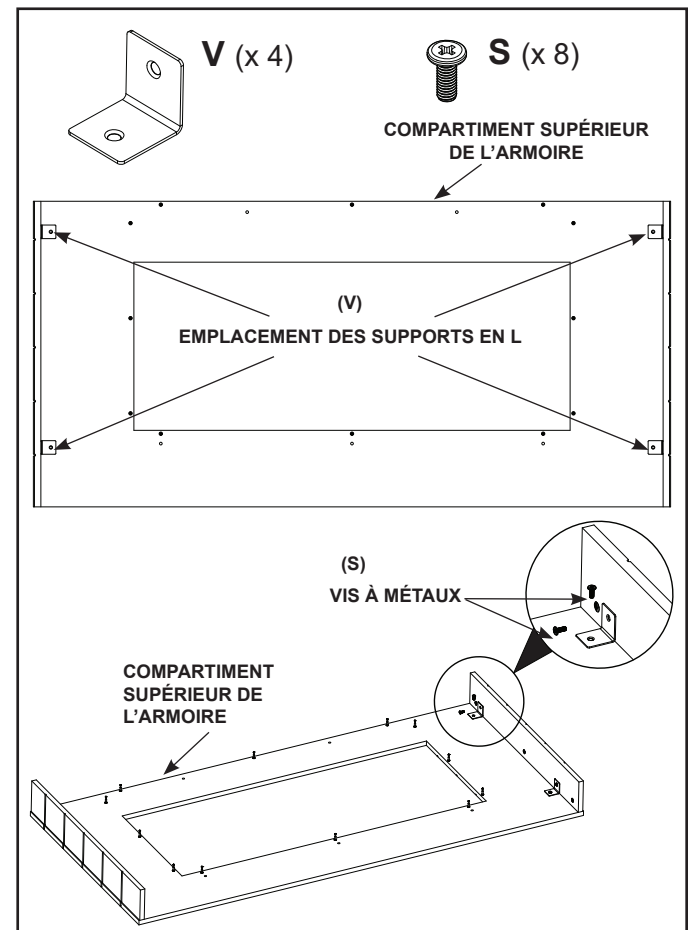

Figure 8
- Installez quatre (04) supports en L (V) à l'aide de huit (08) vis M6 X 15 (S) pour fixer les pièces « C » et « D » à la pièce « A ». Voir Figure 8.